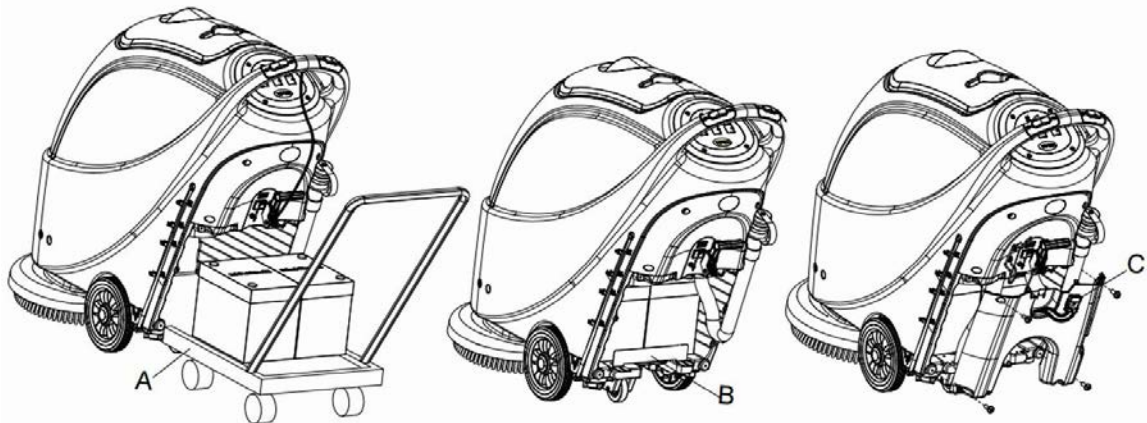

Figure 7
14. Installez la batterie avec les outils d'installation de batterie spécialement conçus (**A, Figure 7**). Une fois la batterie installée, retirez les outils d'installation de la batterie et installez le support de fixation de la batterie (**B, Figure 7**).
15. Mettez le connecteur de la batterie (**C, Figure 7**) dans le trou sur le dessus du couvercle du boîtier de la batterie. Mettez le tuyau de vidange dans le trou droit du couvercle du boîtier de la batterie, fixez le couvercle du boîtier de la batterie avec 4 vis puis installez successivement le câble de relevage de la raclette, le tuyau de vidange et la raclette.